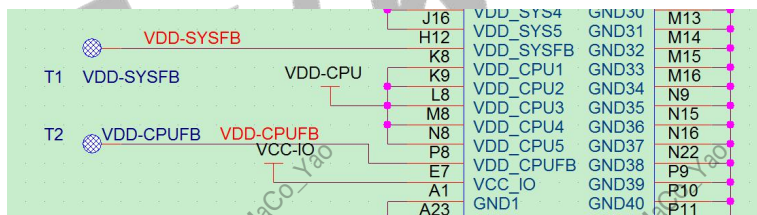

图 2-16 SOC 电源反馈脚
- 建议 VDD-CPUFB、VDD-SYSFB 信号预留测试点，且靠近 SOC 的 PIN 脚放置，便于对负载端进行电压测试，如图 2-16。